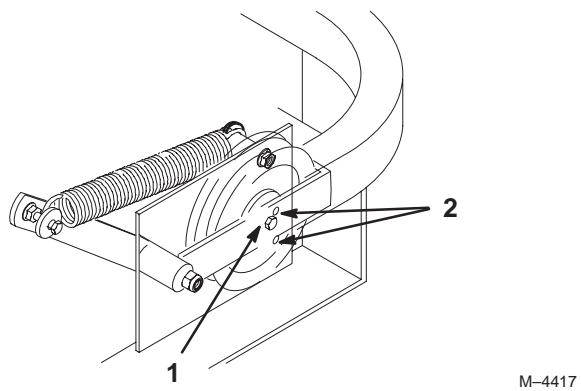

Figure 67
- 6.** Vérifiez la tension de la courroie. Le boulon central de la poulie de tension rappelée par ressort doit se trouver entre les deux trous d'alignement de la plaque de support gauche (Fig. 67).
Note: Contrôlez la position du boulon central à la hauteur de coupe la plus basse. Le boulon central doit être au même niveau ou en dessous du trou d'alignement supérieur. Contrôlez la position du boulon central à la hauteur de coupe la plus haute. Le boulon central doit être au même niveau ou au-dessus du trou d'alignement inférieur (Fig. 67).
- 8.** Vérifiez de nouveau la tension de la courroie. Le boulon central de la poulie de tension rappelée par ressort doit se trouver entre les deux trous d'alignement de la plaque de support gauche (Fig. 67). Réglez au besoin et serrez toute la visserie solidement.